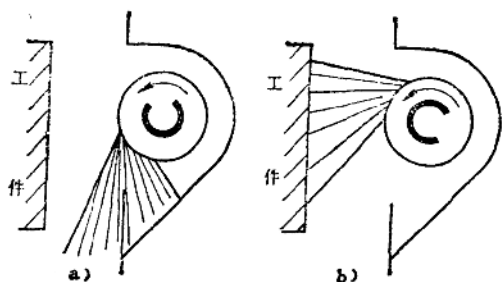

图5-1-3 弹丸抛射位置
① 抛丸量不能过大或过小，过大会出现清理质量下降、工件变形、耗用功率大、易损件磨损严重和增加弹丸耗量等，过小会造成清理效率低。所以在使用前或使用过程中，要随时检查和调整影响抛丸量的分丸轮、定向套、叶片等的安装位置及相对尺寸。
② 在使用抛丸器前，必须调整好弹丸散射角的正确位置，使弹丸的散射角对准被清理的工件。否则，不但达不到应有的清理目的，反而弹丸会击毁抛丸器的防护板及防护罩。弹丸正确的抛射位置如图 5-1-3 所示。它是由定向套的窗口位置来调整的。调整方法是可在工件清理区放一块木板或一张硬纸，开动抛丸器，使之运转正常后，投入少量的弹丸，然后检查木板或硬纸的弹丸痕迹中心是否对准